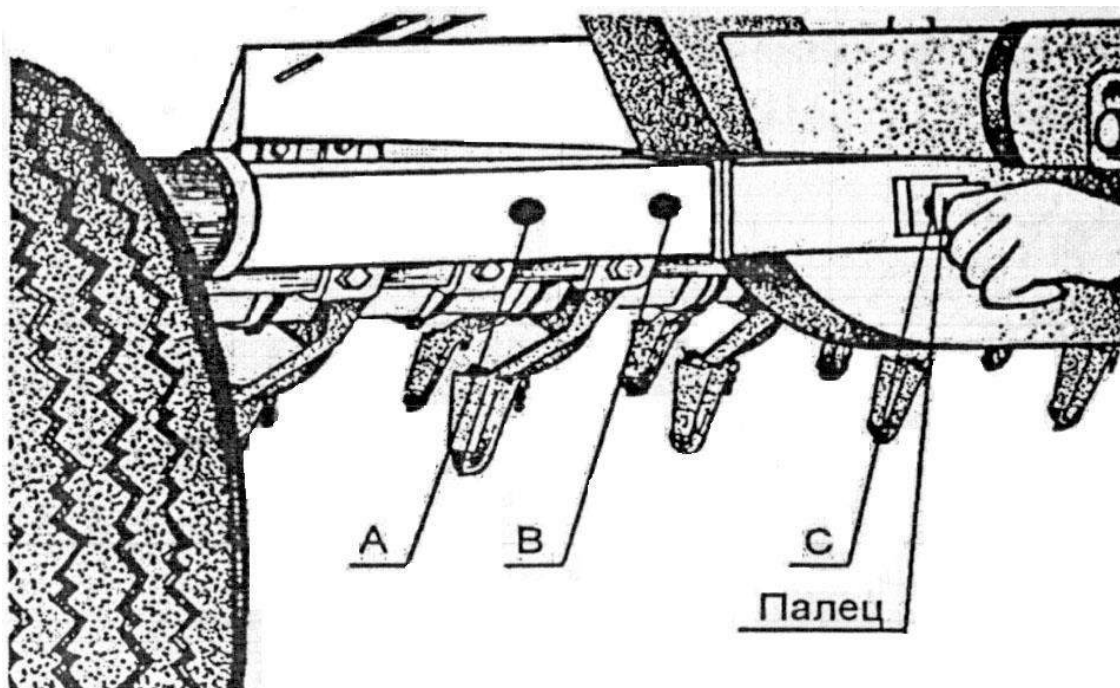

Рис. 2 Изменение ширины колеи сеялок СПУ-3; СПУ-4:
2.3 Коленные балки опорных колёс 16 телескопически вставлены в кронштейны рамы и фиксируются пальцами: для СПУ-3 и СПУ-4 в трёх положениях А, В, С (рис. 2), обеспечивая три колеи А-1640 мм, В-1800 мм. и С-1900 мм. в зависимости от колеи трактора и колеи маршрутных дорожек (табл. 1); для СПУ-6 установлена постоянная колея 4300 мм. На левом колесе установлена ведущая звёздочка механизма привода высевающего аппарата. На сеялке могут устанавливаться колёса с шинами 7,5L×16 или 10/7,5×15,3